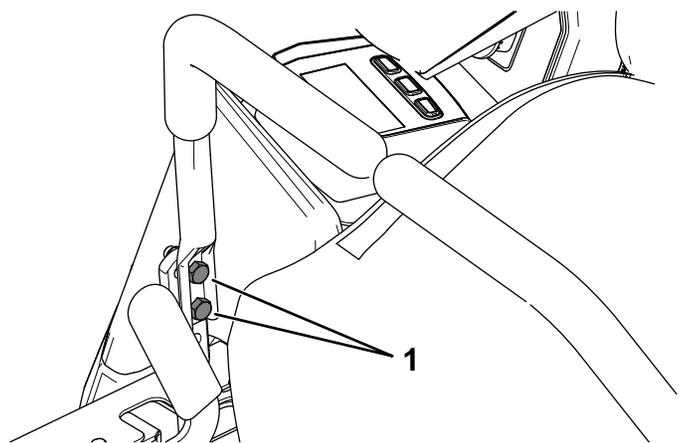

Рисунок 48
10. Если требуется выравнивание, ослабьте 2 крепежных болта рычага управления движением на стороне, где нарушено выравнивание (Рисунок 48).
- 12. Затяните 2 крепежных болта рычага управления движением (Рисунок 48).